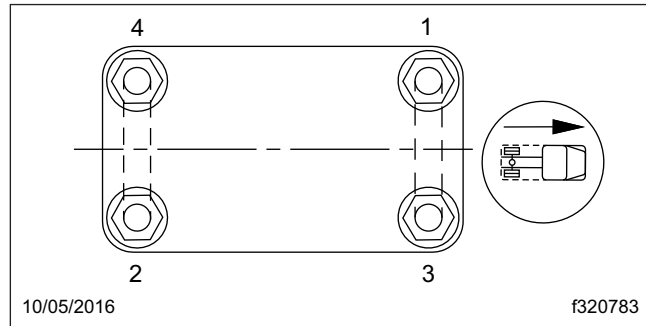

Figura 8, Secuencia de apriete para las tuercas altas de los pernos U
2. Revise el par de apriete de los pernos U en una secuencia diagonal. Ajuste una llave dinamométrica de chasquido al valor de par de apriete más alto indicado para el sujetador que se revisa. Vea en la **Figura 8** la secuencia de apretado. Vea las especificaciones del par de apriete para los pernos U en la **Tabla 1**. Gire la llave en el sentido de las manecillas del reloj (mirando hacia arriba) hasta que la llave dinamométrica haga un chasquido.
* Apriételas en una secuencia diagonal, según se muestra en la **Figura 8**.